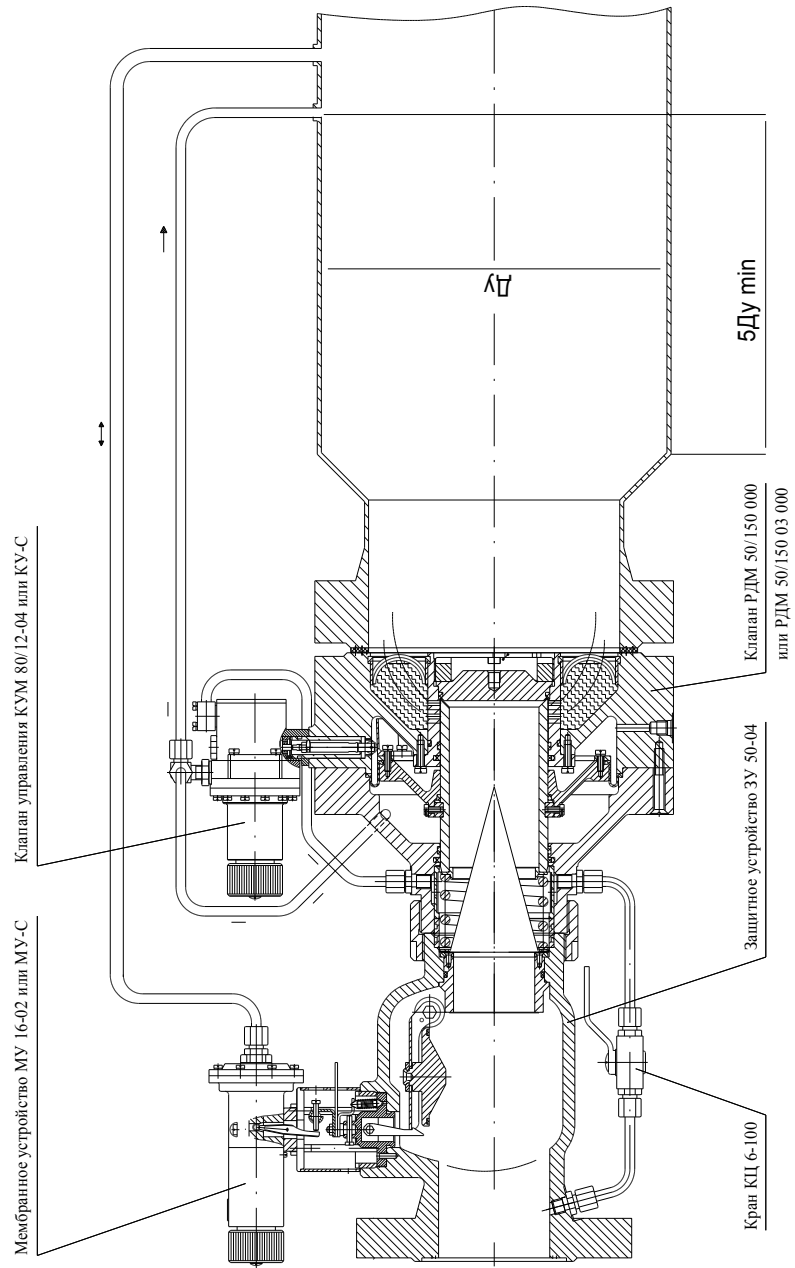

Рисунок 5 – Схема подключения регулятора РДМ 50/150-К04
5.2.2 Отбор импульсного давления для клапана управления и мембранного устройства производится на прямом участке выходного трубопровода на расстоянии не менее 5Ду (см. рисунок 5) от выходного фланца регулятора. Диаметр выходного трубопровода необходимо выбирать таким, чтобы скорость газа не превышала 20 м/с. Присоединение импульсной трубки (труба 8х1 медная или стальная) к регулятору по ГОСТ 24074-80 (соединения с врезающимся кольцом).